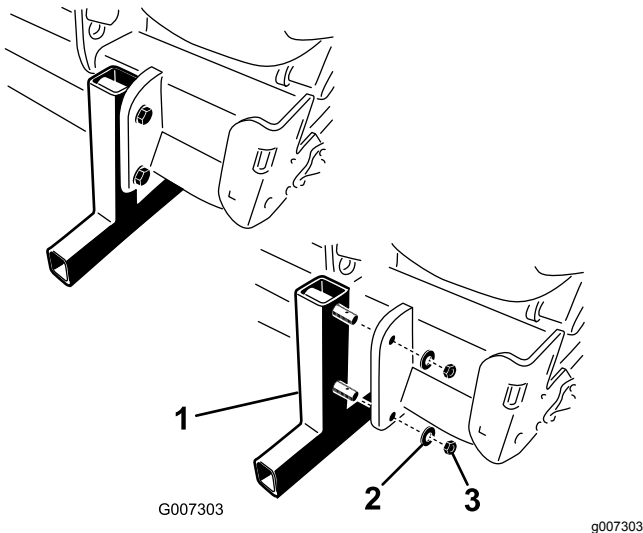

Bild 19
2. Entfernen Sie die Muttern und Sicherungsscheiben, mit denen die Sicherheitsständer am Aerifizierer befestigt sind (Bild 19).
4. Setzen Sie die Klappstecker (von den losen Teilen) während der Einlagerung in die Ständerstifte (Bild 19).